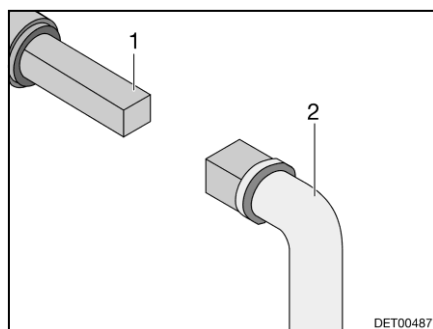

Bild 67 Handhavande avloppsventil
- Sätt nyckeln (Bild 67,2) mot fyrkanten (Bild 67,1).